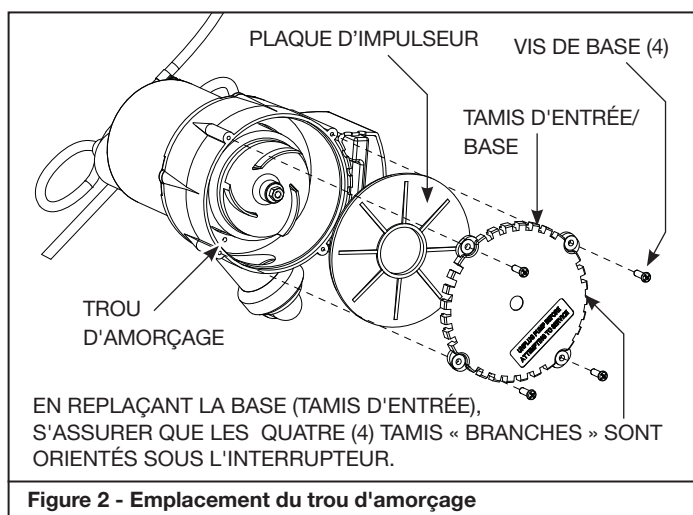

Figure 2 - Emplacement du trou d'amorçage
- b. Retirer les quatre (4) vis de base (Figure 2 de la page 7).
6. Vérifier le trou d'amorçage pour tout signe d'obstruction (Figure 2). Suivre les étapes de nettoyage indiquées ci-dessous: